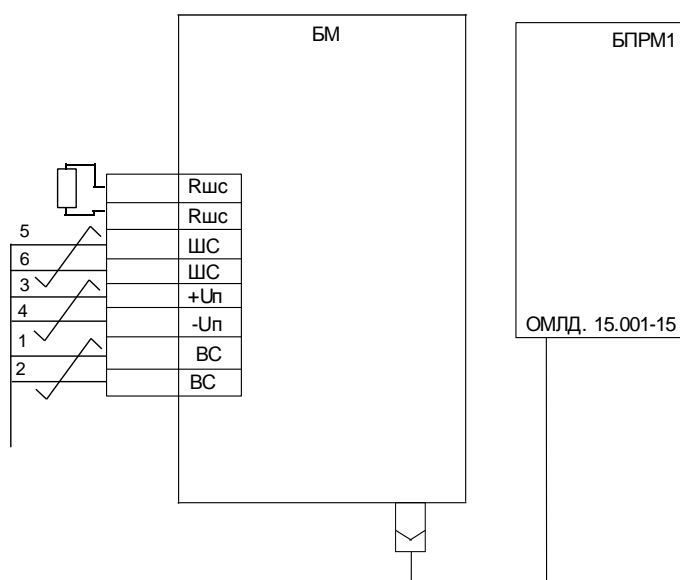
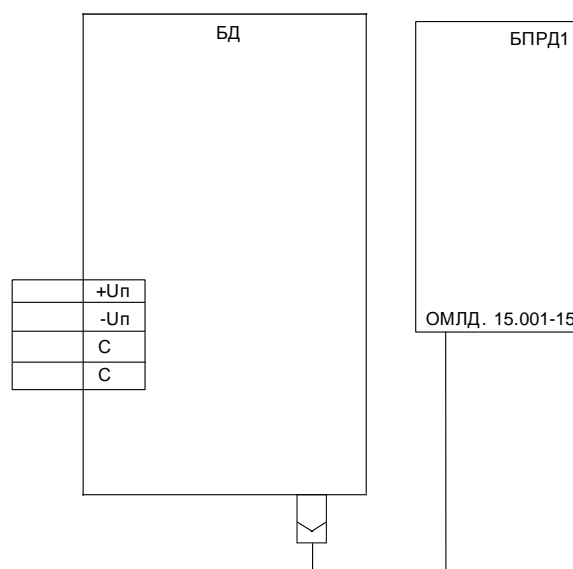

рис. 5.5
рис.5.6
5.1.2 Схемы подключения кабелей БПРМ и БПРД приведены на рис. 5.5 и рис. 5.6